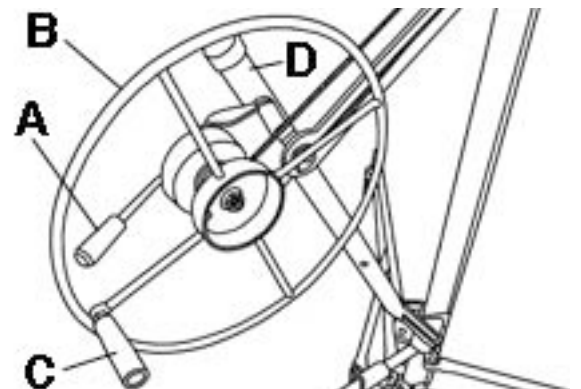

FIGURE 11
Le frein à bras sous tension à ressort (A) Fig.11 retient le berceau à la hauteur que vous soulever le panneau de gypse en tournant la roue du treuil (B). Pour descendre le berceau, il faut contrôler la rotation de la roue du treuil avec la poignée (C) et soulevez soyeusement le frein à bras pour relâcher le frein. Pour verrouiller le treuil en position, abaissez le frein à bras.
Tournez la roue du treuil en utilisant la poignée (C) Fig.11, ceci enroule et déroule le câble qui monte et descend les poteaux télescopiques et le berceau. Empoignez le poteau (D) comme prise lorsque vous tourner la roue du treuil.